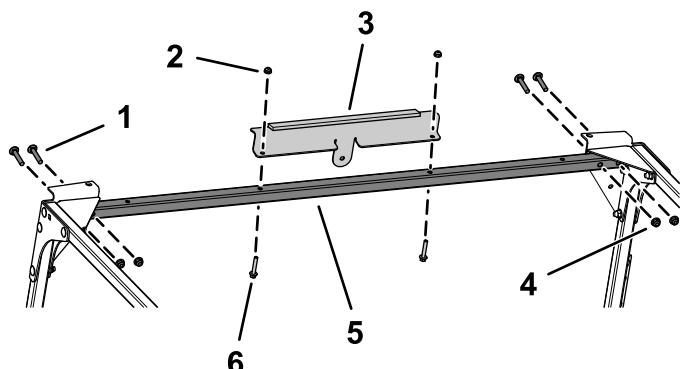

图11
10. 如图11所示，用4个托架螺栓 ($5/16 \times 1\frac{3}{4}$ 英寸) 和4个凸缘螺母 ($5/16$ 英寸) 将前交联松松地安装到前安装板和角撑板上。
11. 如图11所示，用2个六角凸缘螺栓 ($\frac{1}{4} \times 1\frac{1}{2}$ 英寸) 和2个凸缘螺母 ($\frac{1}{4}$ 英寸)，将前支架安装到前交联上。